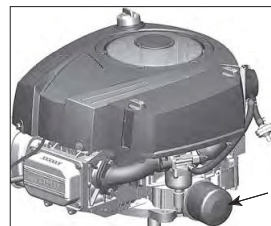

Fig. 38
2. Remova o filtro de óleo [Fig. 38].